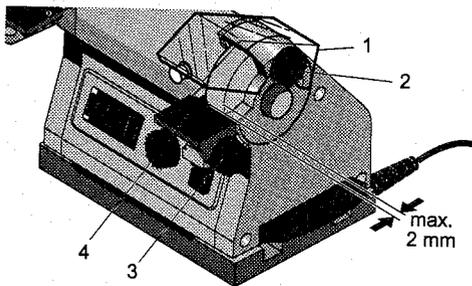

Fig. 3
1. Knebelschraube 3 (Fig. 3) der Werkzeugauflage (4) lösen und Schleifwinkel wie gewünscht einstellen.
3. Knebelschraube 1 (Fig. 3) der Schutzhaube (2) lösen und so einstellen, daß ein größtmöglicher Schutz besteht.